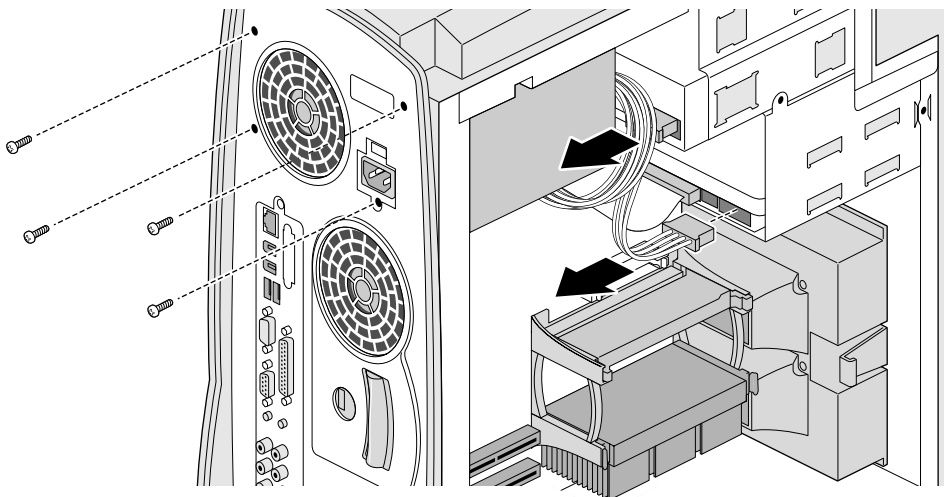

Figura 7-2 Rimozione delle viti e dei cavi dell'alimentatore
5. Scollegare gli altri cavi ed estrarre l'alimentatore, come illustrato nella Figura 7-2.